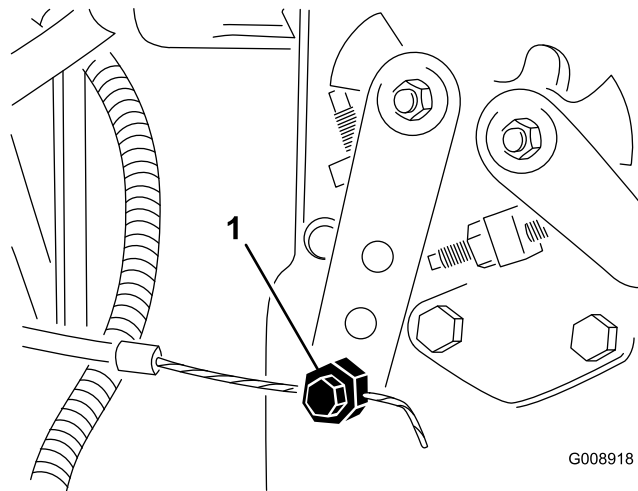

図 55
2. 噴射ポンプのレバー・アーム（図 55）の部分にあるスロットル・ケーブルのコネクタをゆるめる。